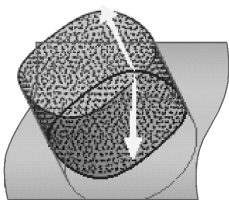

图 8-98 保留曲面反向
(7) 在图形区单击合并 1 曲面保留侧箭头，使之反向，模型如图 8-98 所示。